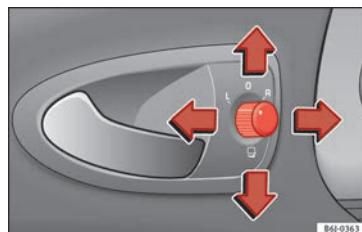

Fig. 97 Commande des rétroviseurs extérieurs.
1. Tournez le bouton rotatif » fig. 97 en position **L** (rétroviseur extérieur gauche).
- Tournez le bouton rotatif » fig. 97 en position ☐ pour rabattre les rétroviseurs extérieurs. Pour éviter tout dégât, il est conseillé de toujours rabattre les rétroviseurs exté-